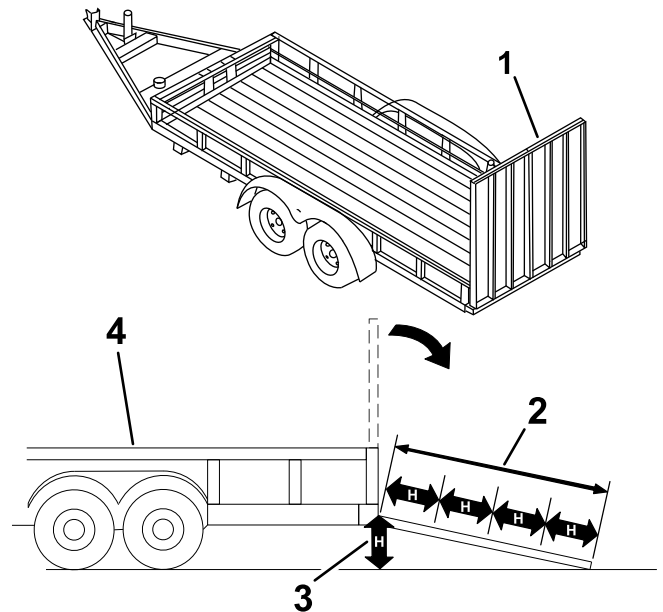

Figura 29
El cargar la máquina en un remolque o un camión aumenta la posibilidad de un vuelco y podría causar lesiones graves o la muerte (Figura 29).
3. Baje la rampa (Figura 29).